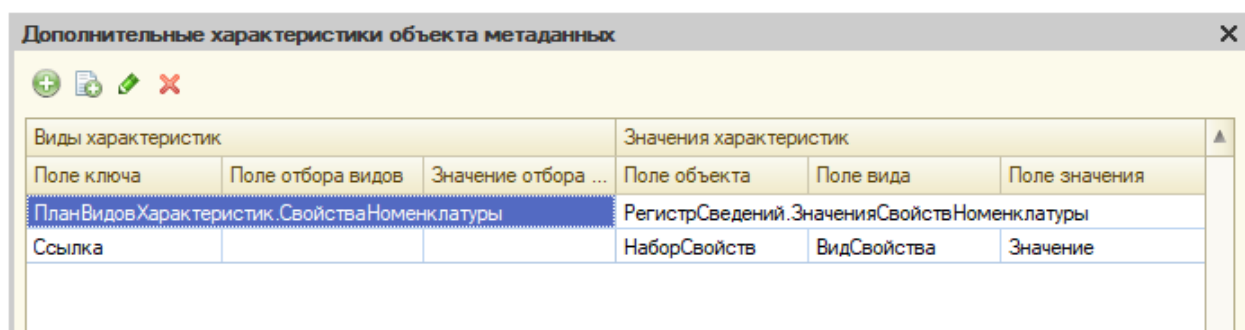

Рис. 9.2 Описание характеристик для справочника «ВариантыНоменклатуры»
5. Единственное, что останется указать самостоятельно, что значения свойств хранятся в ресурсе Значение. В результате описание характеристик для справочника ВариантыНоменклатуры будет выглядеть следующим образом (рис. 9.2).